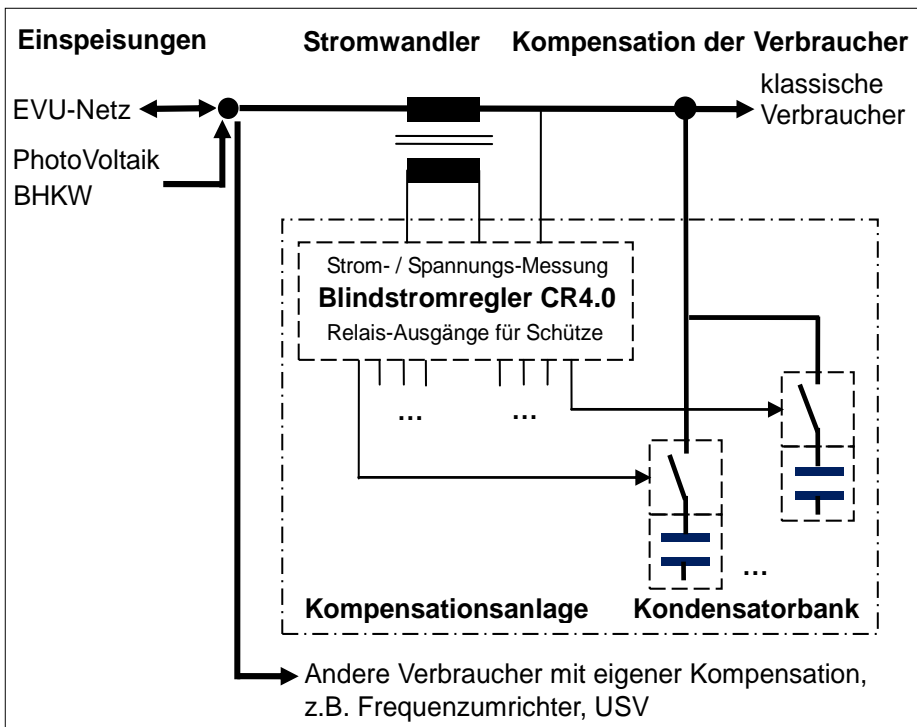

Abbildung 1
- Der **Stromwandler** muß zwischen allen einspeisenden (links) und allen verbrauchenden Geräten (rechts) einschließlich der Kompensationsanlage selbst eingebaut sein, siehe Anschlussschema Abbildung 1. Verbraucher mit eigener Kompensation (z.B. Frequenzumrichter, USV) sollen nicht in die Kompensation einbezogen sein.
- Wird das lokale Stromversorgungsnetz aus **zwei oder mehr Einspeisungen** versorgt, kann der Blindstromregler nur dann fehlerfrei arbeiten, wenn alle Einspeisungen und Kuppelschalter links und alle Verbraucher einschließlich der Kompensationsanlage selbst rechts vom Stromwandler angeschlossen sind, siehe Anschlussschema Abbildung 1.
Befinden sich rechts (siehe Anschlussschema Abbildung 1) **auf der Verbraucherseite einspeisende Geräte**, z.B. eine Photovoltaik-Anlage kann der Blindstromregler nicht die Ströme zwischen verbraucherseitiger Einspeisung und Kompensations-Stufen sehen, regelt ineffektiv und mißt falsche Werte bei der Überwachung der Leistungsstufen, was zu deren Außerbetriebnahme führt; die Defekterkennung/ Überwachung der Stufenleistungen ist abschaltbar. Bitte korrigieren Sie Ihre Installation, diese darf (bei Anlagen >30kVA/ kW_{peak}) ohnehin nicht vom EVU abgenommen werden und ist nicht förderfähig.
- Blindstrom-Kompensation und **Notstrom-Versorgung**: i.A. wird empfohlen, eine ortsfeste Notstromanlage nicht mit der Blindstrom-Kompensationsanlage zu belasten, da der Dieselgenerator selbst Blindleistung in fast beliebiger Größe bereitstellen kann. Hierfür ist im Anschlussschema Abbildung 1 das Notstromaggregat rechts vom Stromwandler anzuschließen; dann ist keine Abschaltung der Blindstrom-Kompensation notwendig.